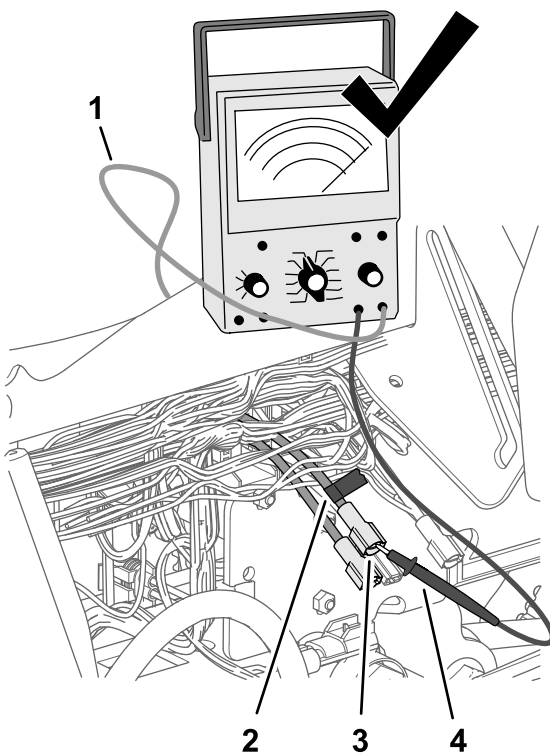

图191
4. 用一条胶带标识在步骤 3 中识别的接头和电线图 191。